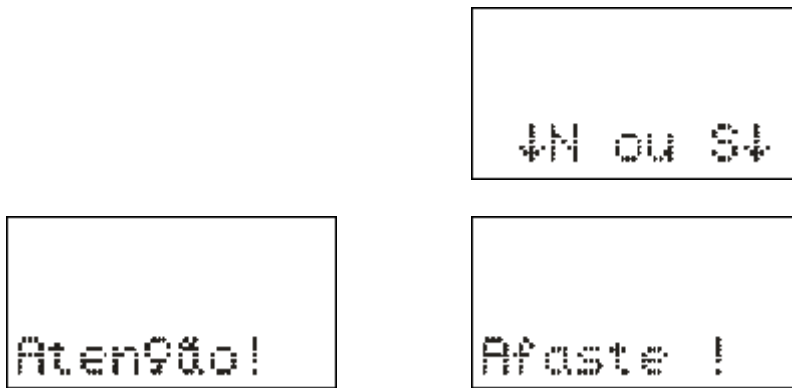
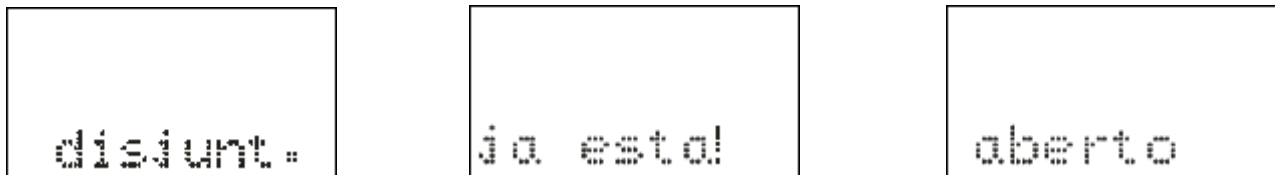

Figura 3.12: Comando local para abrir o disjuntor.
Figura 3.13: Informação da IHM local para disjuntor já aberto.
b) Pressionar a tecla **D** para realizar comando de desligar o disjuntor. A IHM local sinaliza a operação conforme figura 3.12. Após a confirmação do comando, o relé aguarda aproximadamente o tempo programado no parâmetro TempLD* (Pasta geral do aplicativo) para enviar comando de TRIP para o disjuntor. Caso o disjuntor já esteja aberto, a IHM local realiza a sinalização mostrada na figura 3.13.